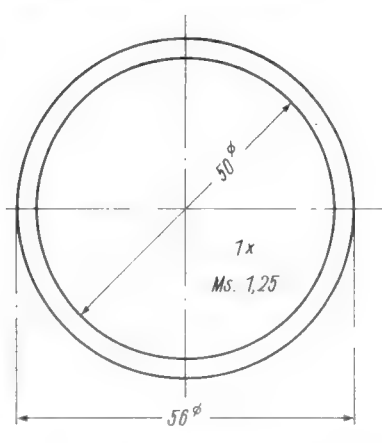

Bild 9. Ring für das Schutzgitter
M2-Schrauben am Gehäuse befestigt. Für den Vorderdeckel benötigen wir noch ein Schutzgitter. Wir fertigen einen Ring nach Bild 9 an; dieser wird gut verzinkt. Ein nicht zu kleinmaschiges Metallgitter wird leicht höhlgebogen und auf den Ring gelötet. Aus 0,5 mm starkem Pertinax schneiden wir einen gleichen Ring aus. Auf diesen kleben wir ein Stück Seide.
- 1 Ring mit Schutzsieb Bild 9